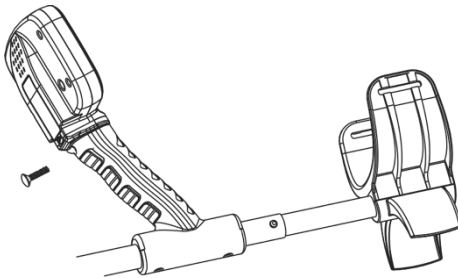

Abb. 2
2. Fügen Sie das Steuerelement in die Öffnung im Griff des mittleren Stabs ein, drehen Sie die 3mm-Schraube ein und ziehen Sie sie fest (siehe Abb. 2).